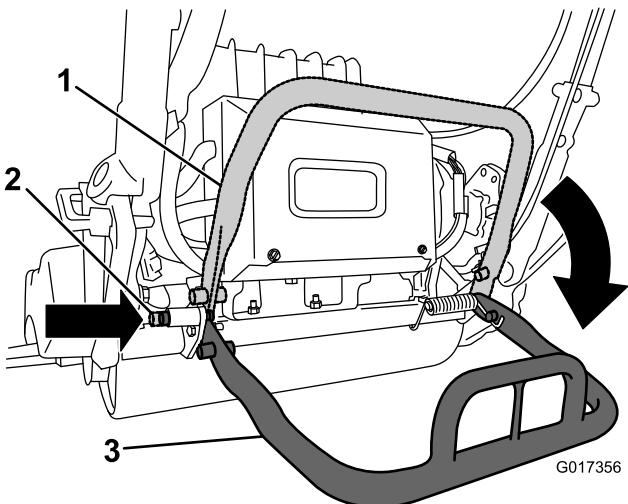

Figura 8
2. Abbassate il cavalletto e premete il perno di bloccaggio per fissarlo in posizione di servizio (Figura 8).